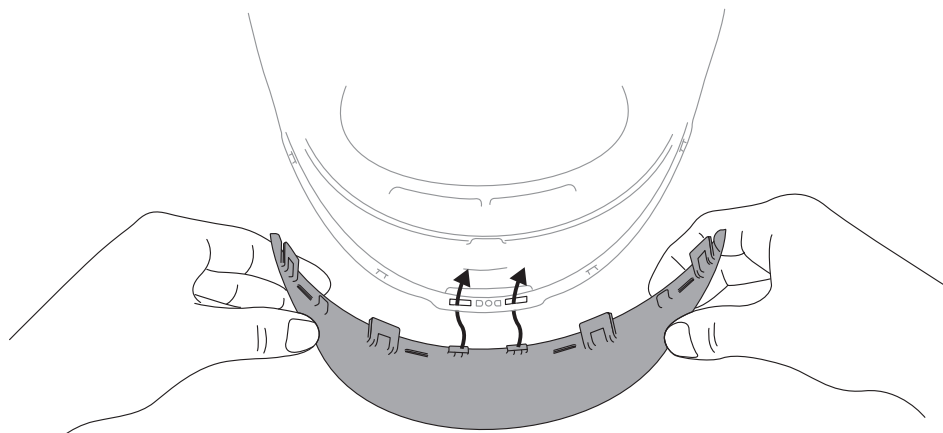
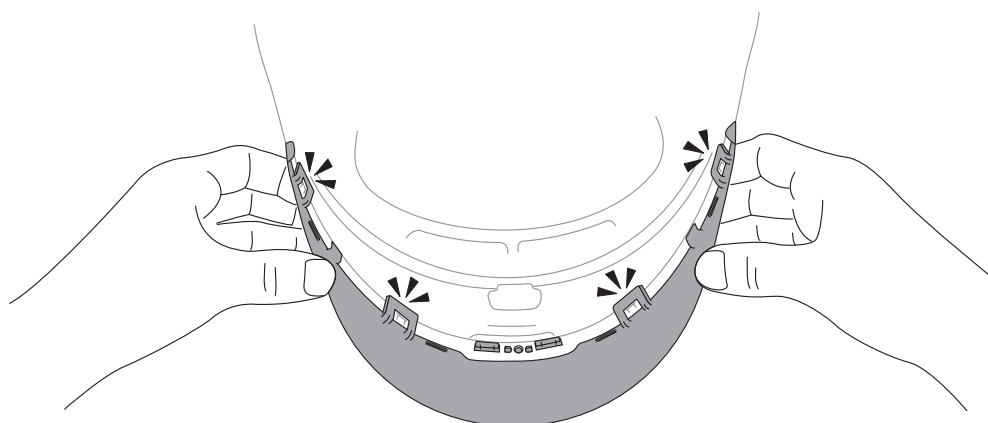
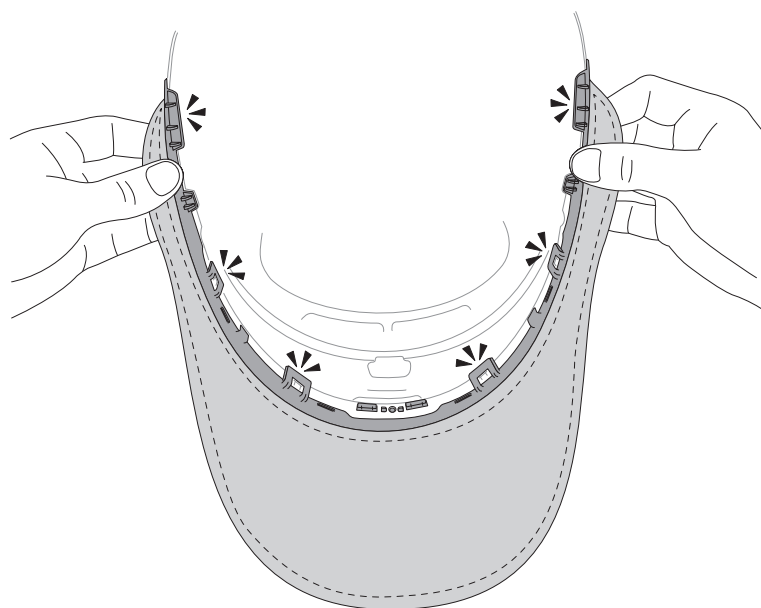

Fig. 19b
Fig. 19c
Fig. 19d
- c. Pour remettre le protecteur pour le cou cannelé, aligner d'abord les deux petites insertions au centre du protecteur pour le cou. Ensuite, aligner les quatre attaches sous le protecteur pour le cou et faire glisser le protecteur rigide pour le cou en plastique en place. Quatre déclics se feront entendre. Le protecteur pour le cou est désormais installé correctement (Fig. 19b et 19c).
- d. Le protecteur pour le cou en tissu ou en cuir comporte un ensemble d'attaches de retenue supplémentaires sur le bord externe. Pour installer le protecteur pour le cou en tissu ou en cuir, aligner d'abord les deux petites insertions au centre du protecteur pour le cou comme l'indique la Fig. 19b. Puis, insérer les quatre autres fixations comme l'indique la Fig. 19c ainsi que les attaches externes supplémentaires (Fig. 19d).